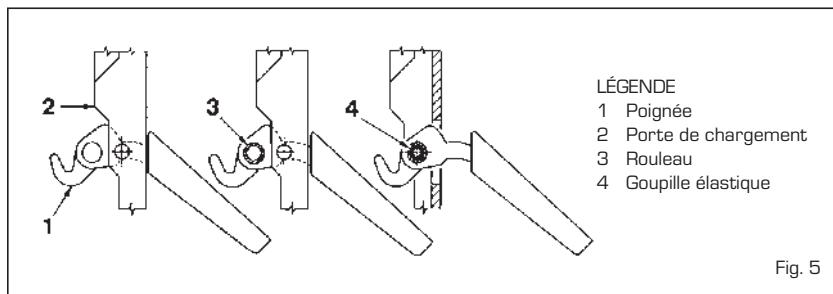

Fig. 5
4.4 MONTAGE DES ACCESSOIRES (fig. 5 - fig. 5/a)
Les poignées de fermeture des portes et la vis avec pommeau pour le réglage du clapet d'introduction d'air sont fournies séparément, car ils pourraient s'endommager durant le transport. Les poignées et la vis avec pommeau sont contenues dans des sachets en nylon introduits dans la cuvette de collecte des cendres. Pour le montage des poignées, procéder comme suit [fig. 5] :
Pour le montage de la vis avec pommeau, procéder comme suit (fig. 5):